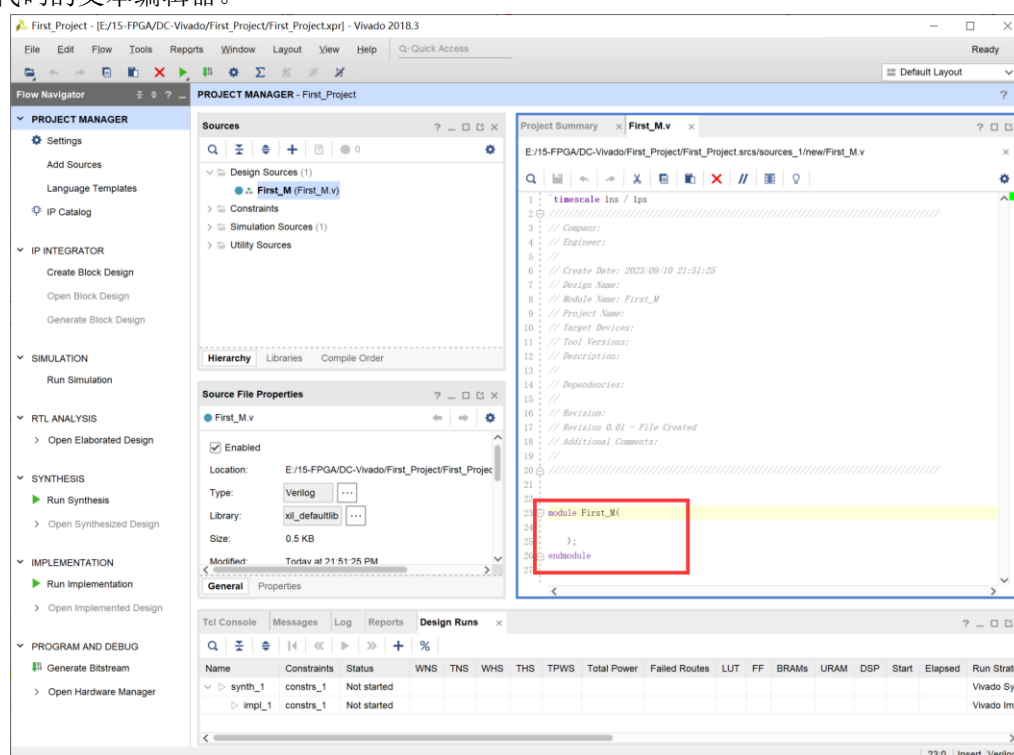

图3.13 打开模块的文本编辑器
多子窗口。在“Sources”子窗口下，可以看到，我们之前创建的模块 First_M，它位于源代码文件 First_M.v 中，双击模块 First_M，将打开 First_M.v 文件，如图 3.13 所示，进入了模块代码的文本编辑器。
(1) **编写程序代码。**在图 3.13 的 First_M.v 文件的文本编辑器中，可见前述新建模块 First_M 是空的，按照 Verilog HDL 语法编写并输入【例 2.1】中 First_M 模块的程序，如下所示。